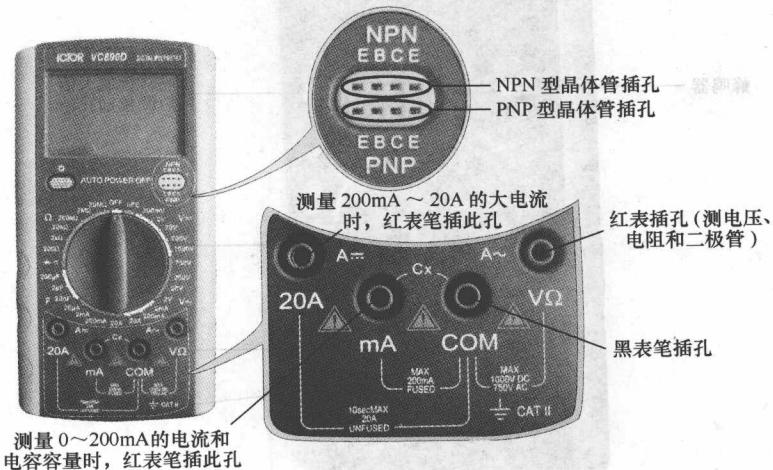

图 1-3 插孔所处位置
(3) 插孔 操作面板上有 5 个插孔，“VΩ”为红表笔插孔，在测量电压、电阻和二极管时使用；“COM”为黑表笔插孔；“mA”为小电流插孔，用于测量 0~200mA 电流时使用；“20A”为大电流插孔，用于测量 200mA~20A 电流时使用；中部右上部有晶体管测试插孔，用于测量晶体管时相关参数使用，插孔在操作面板上所处位置如图 1-3 所示。